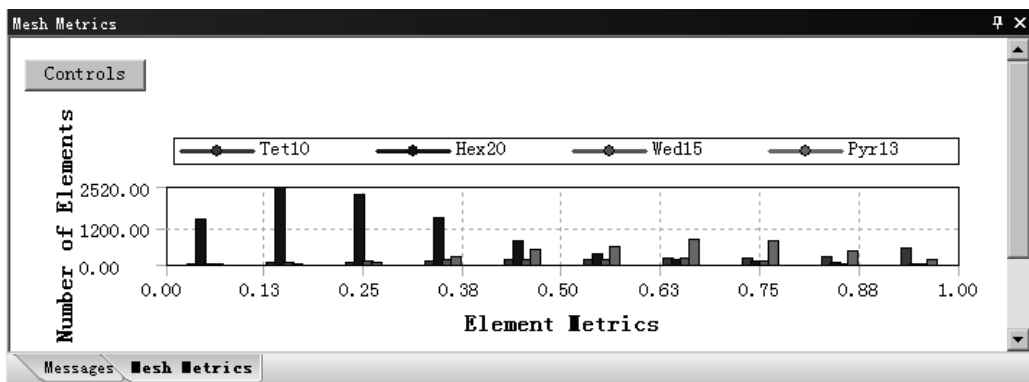

图 4.5.22 检查结果统计图表（七）
- ◆ Skewness（偏度）。其为网格质量检查的主要方法之一，选择此选项后，在信息栏中打开图 4.5.22 所示的检查结果统计图表。